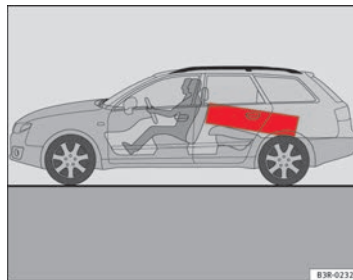

Fig. 116 Los objetos pesados deberían transportarse lo más adelante posible. ▶
- Los objetos pesados deberían transportarse lo más adelante posible ⇒ página 150, fig. 116.